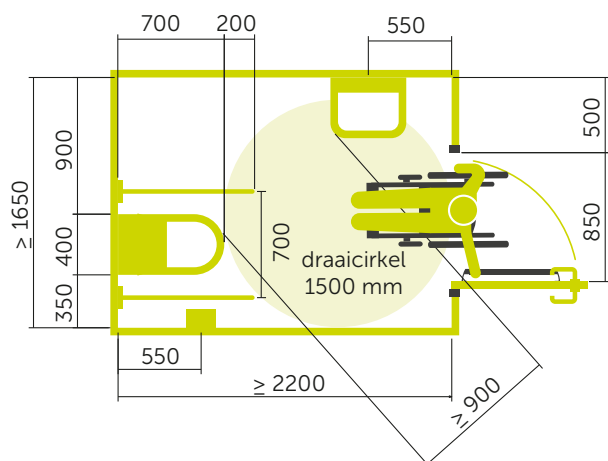

fig 8 Bovenaanzicht van een integraal toegankelijk toilet.
- Grootte is $\geq 2200 \times 1650$ mm. (fig 8)
- Naar buiten draaiende deur. (fig 8)
- Vrije doorgang minimaal 850 mm (Duitsland 900 mm). (fig 8)
- Een horizontale beugel aan de binnenzijde van de deur, zodat een rolstoeler zelfstandig de deur dicht kan trekken. Hoogte 750 - 850 mm. (fig 8 en 11) Zie ook bladzijde 19.
- (fig 8)
- Er is een opstelruimte naast de toiletpot van 900 x 1200 mm. (fig 8)
- Aan de andere zijde van de toiletpot is een ruimte van 350 x 700 mm. (fig 8)
- De afstand tussen de toiletpot en de wastafel is minimaal 900 mm. (fig 8)
- De afstand tussen de achterwand en de voorzijde van de toiletpot is 700 mm, om een makkelijke transfer te maken tussen rolstoel naast het toilet en toiletpot. (fig 8)
- Er zijn wegklapbare beugels aan weerszijden van de toiletpot. Lengte 900 mm (tot 200 mm voor de toiletrand) en hoogte bovenzijde is 700 - 750 mm. (fig 8 en 9)
- Toiletrolhouder is vanuit zitpositie bereikbaar. (fig 8)